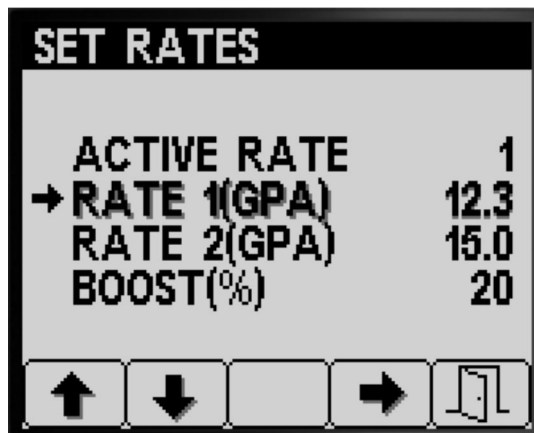

Figura 6
1. Premete il pulsante 1 o 2 per navigare fino alle opzioni VOLUME 1 o VOLUME 2 (Figura 6).
2. Premete il pulsante 4 per selezionare l'opzione VOLUME di irrorazione (Figura 6).